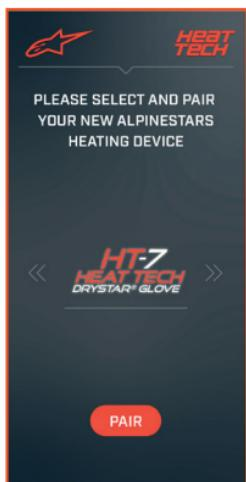

図 1
d. アルパインスターズのHeat Tech製品の中からHT-7 HEAT TECH Drystar® グローブを選択し、「ペアリングする」ボタンをクリックします (アプリの図1を参照)。